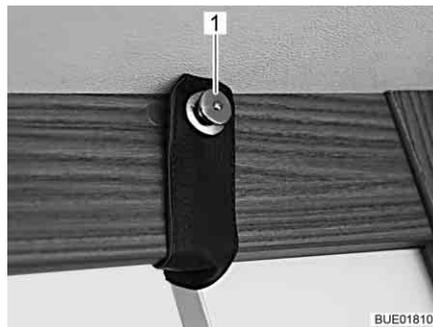

Fig. 16 Botón tirador
- Abrir:* ■ Tirar del botón tirador (Fig. 16,1).